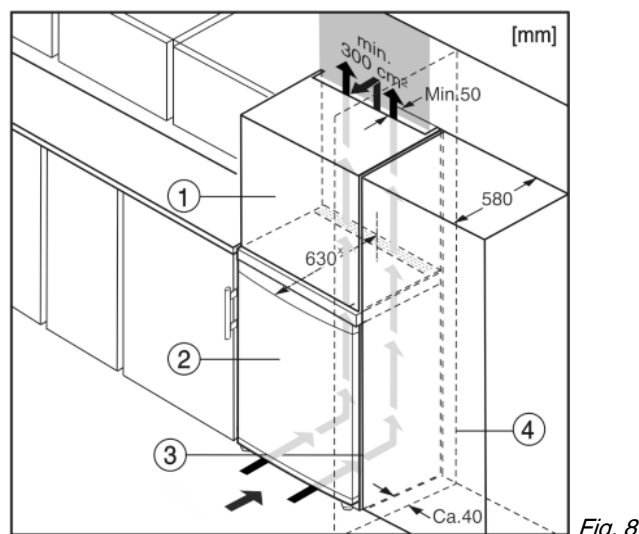

Fig. 8
Устройство может быть окружено предметами кухонной обстановки. Чтобы уравнять устройство Fig. 8 (2) по высоте с кухонной стенкой, можно установить над устройством соответствующий дополнительный шкафчик Fig. 8 (1).
При комбинировании с кухонными шкафами (глубина макс. 580 мм) устройство можно установить непосредственно рядом с кухонным шкафом Fig. 8 (3). Устройство выступает сбоку на 34 мм* и по центру на 50 мм* относительно передней стенки кухонного шкафа.
Если устройство установлено на шарнирах у стены Fig. 8 (4), то расстояние между устройством и стеной должно быть не менее 40 мм. Настолько выступает ручка при открытой дверце.